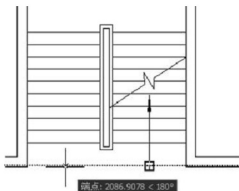
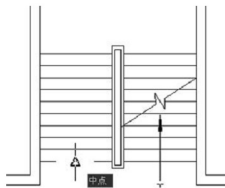
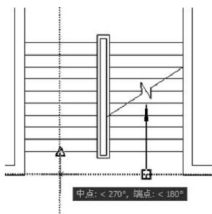

图 2.127 向左拖出水平虚线
图 2.128 光标放在左侧梯段踏步线中点
图 2.129 向下拖出垂直虚线
(1) 打开【正交】、【对象捕捉】、【对象追踪】功能。单击【绘图】工具栏上的【多段线】图标, 启动绘制【多段线】命令。
(2) 在当前线宽为 0.0000, 指定起点或 [圆弧(A)/半宽(H)/长度(L)/放弃(U)/宽度(W)]: 提示下, 将光标放在图 2.127 所示的上行箭头杆的端部, 此时不单击, 然后将光标缓缓地向左拖动, 拖出一条水平虚线。将光标放在如图 2.128 所示的左侧梯段踏步线中点, 此时出现中点捕捉点, 同样不单击, 并把光标缓缓地垂直向下拖动, 拖出一条垂直虚线, 如图 2.129 所示。然后将光标放在水平和垂直虚线相交处并单击, 确定下行箭头杆的起点位置。